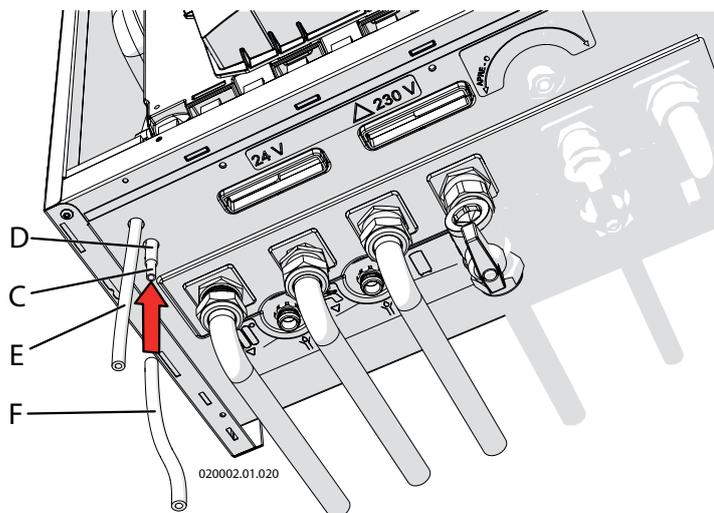

Figura 6.11 - Controllo pressione aria comburente
- 9.- inserire il tubo "E" nel foro come indicato in figura 6.11;